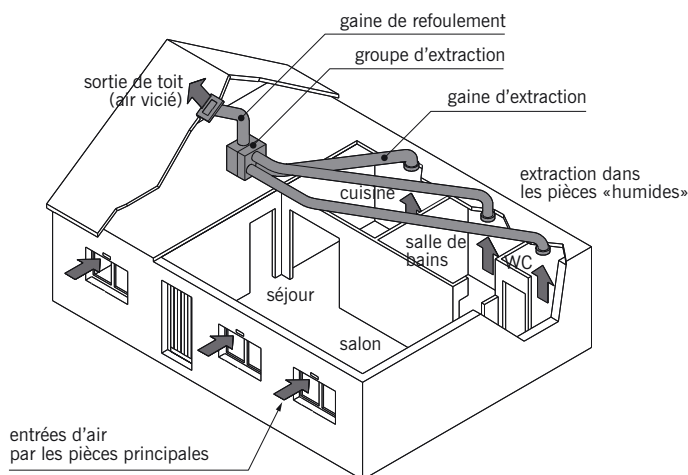

fig. 18.2
- La **VMC à simple flux** dans laquelle des *entrées d'air autoréglables* sont placées à la partie supérieure des menuiseries (fenêtres, portes-fenêtres) des pièces principales (fig. 18.2). L'air extérieur qui pénètre par ces orifices, traverse